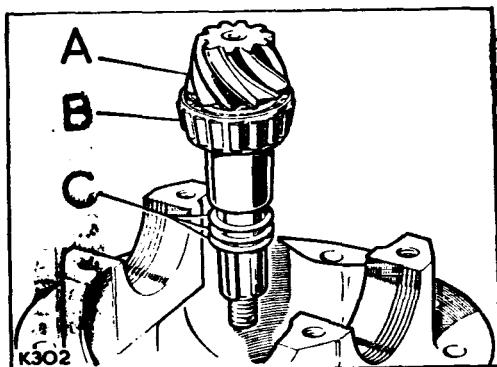

Fig. E1-49.- Conjunto de piñón
3.05.- Posicionar el piñón de ataque sobre el cárter y colocar los mismos suplementos de ajuste de pre-carga que se desmontaron. En el caso de que se hayan desecharo, montar suplementos nuevos de un espesor total mñimo de 4 mm. (0,160") (Fig. E1-49).